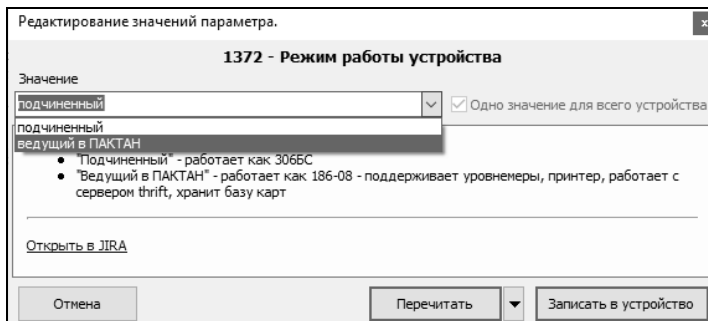

Рисунок 4
- два раза щелкнуть левой кнопки мыши по строке с параметром и в появившемся окне "Редактирование значений параметра" в строке "Значение" из выпадающего списка выбрать "ведущий в ПАКТАН" (рисунок 4);